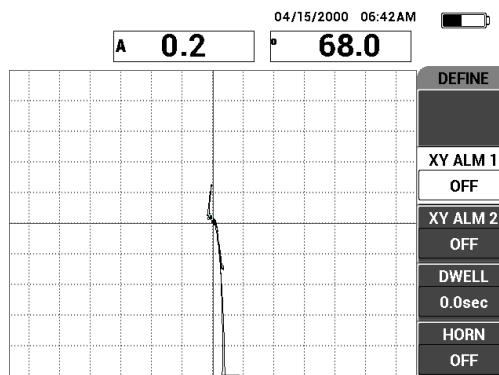

Рис. 6-32 Сканирование зоны отслоения и отремонтированной зоны
6. Медленно просканируйте зону дефекта (отслоения), затем нажмите клавишу FREEZE () [см. Рис. 6-32 на стр. 149].